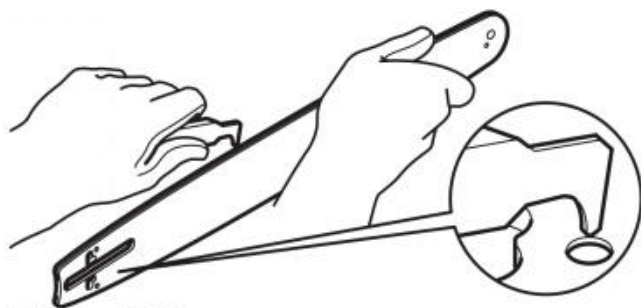

Fig. 71
4. Entfernen Sie Rückstände von den Schienen an der Führungsschiene (C13) mit einem Schraubendreher, einem Spachtel, einer Drahtbürste oder einem ähnlichen Werkzeug. Dadurch bleiben die Ölkänäle offen, um eine ordnungsgemäße Schmierung der Führungsschiene (C13) und der Sägekette (C12) zu gewährleisten (Abb. 71).